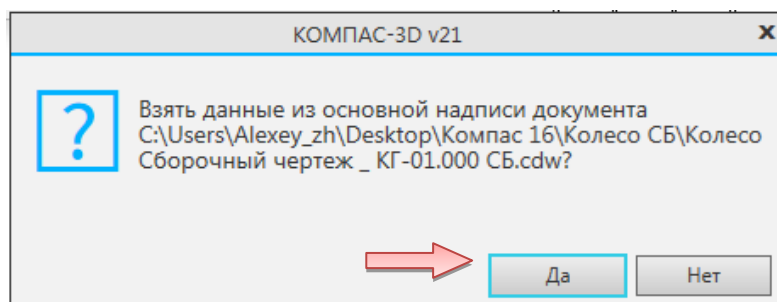

Рис. 4.78. Окно подтверждения переноса данных
- В открывшемся окне укажите путь к чертежу сборочной единицы «Колесо»: \Колесо СБ\Колесо Сборочный чертеж \_ КГ.01.000 СБ, на запрос о переносе данных из основной надписи документа нажмите «Да» (рис. 4.78).